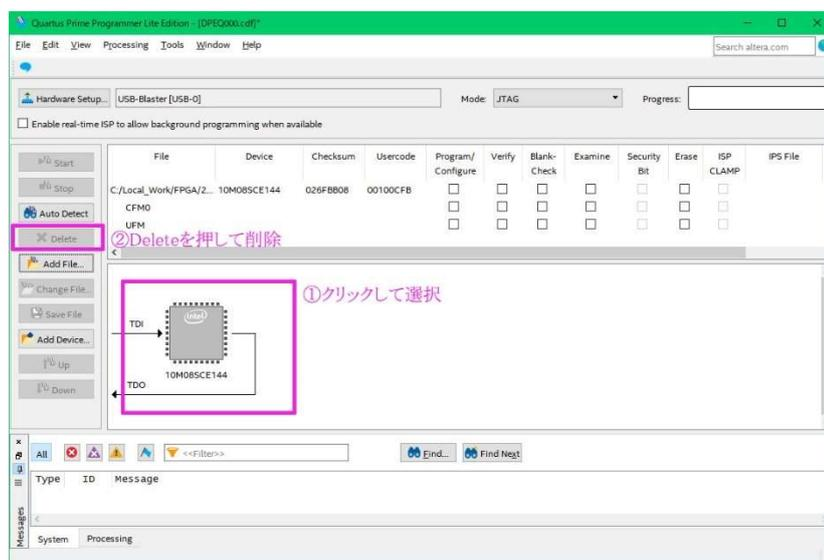

図 1. 既存プロジェクトの削除
- ③USB Blaster のフラットケーブルのコネクタを SS128\_I2S 基板の J4 に接続し、SSDAC128\_I2S 基板の電源を ON にします (J2 より電源を供給してください)。
- ④プログラムメニューより“Intel FPGA xx.x.x.xxx”の中にある”Programmer(Quartus Prime xx.x)”を選んで実行します。
- ⑤Programmer が起動し、中段ペインに IC の絵が出ている場合は、この IC の絵を選んで左ペインにある“Delete”ボタンを押して削除します (図 1)。